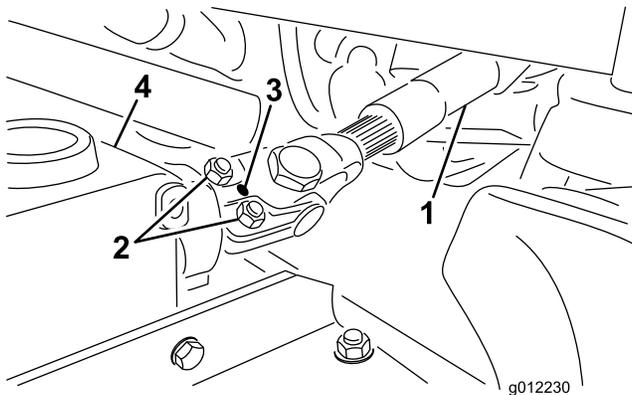

Bild 4
- A. Nehmen Sie den Rollstift aus dem Endjoch und der Getriebewelle (Bild 4).
- B. Lösen Sie die zwei Kopfschrauben und Sicherungsmuttern (Bild 4).
- C. Befestigen Sie das Endjoch der Zapfwellen-Antriebswelle mit dem Rollstift an der Getriebewelle (Bild 4).
- D. Ziehen Sie die Sicherungsmuttern an, um das Endjoch an der Getriebewelle zu befestigen (Bild 4). Ziehen Sie die Sicherungsmutter mit 20-25 N-m an.